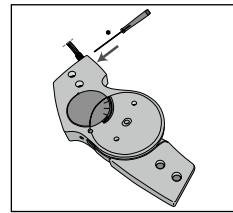

Fig. 8
7. Lossa säkerhetsskruven för konspeten på ledens sida, två varv räcker (**se fig. 8**). Ta inte bort skruven från leden.
18. Dra åt konpunktsäkerhetsskruven tillbaka i ledens funktionsenhet (**se fig. 8**).